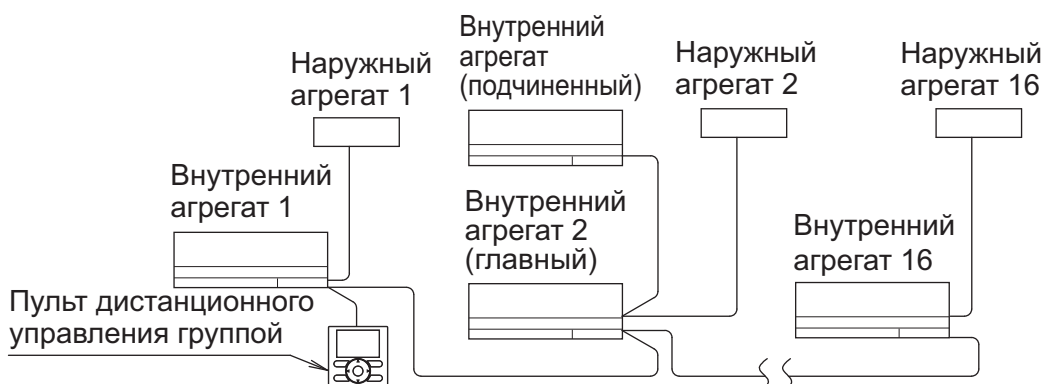

Рис. 28
- При использовании в качестве сдвоенного блока или ведущего блока при одновременной работе нескольких блоков можно производить одновременное (групповое) управление пуском/остановом до 16 блоками включительно с помощью пульта дистанционного управления. (См. рис. 28)